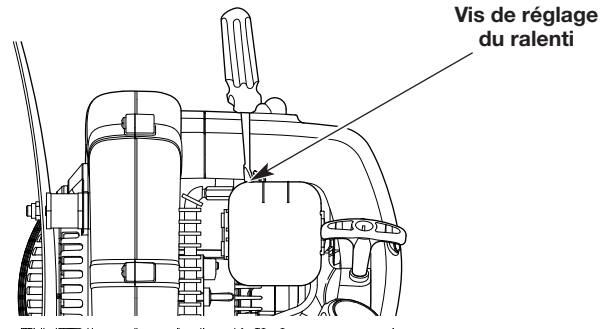

Fig. 14
- Si le moteur s'arrête, insérez un petit tournevis à pointe cruciforme pour tourner la vis du ralenti dans le sens horaire, de 1/8 de tour à la fois (comme nécessaire) jusqu'à ce que le moteur tourne au ralenti (Fig. 14).
- Si le moteur tourne trop rapidement au ralenti, tournez la vis de ralenti dans le sens antihoraire, d'un 1/8 de tour à la fois (si nécessaire) pour réduire la vitesse de ralenti (Fig. 14).